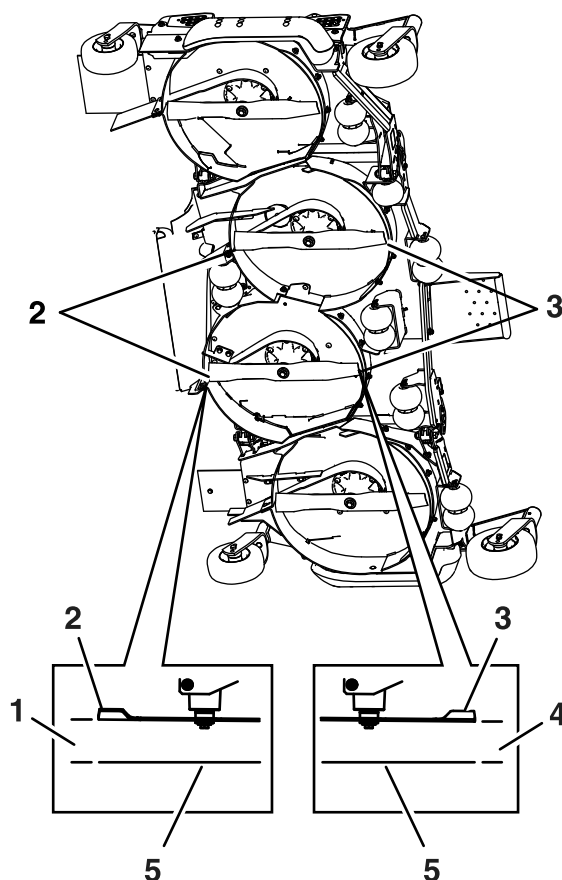

Figura 74
10. Mida desde la superficie nivelada hasta la punta delantera de las cuchillas derecha e izquierda de la carcasa central (Figura 74).